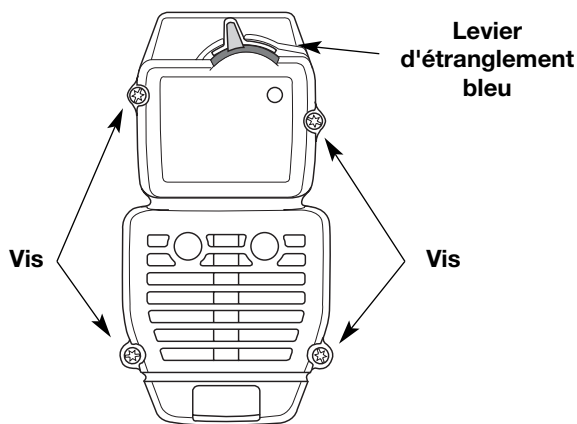

Fig. 25
- Retirez les quatre (4) vis retenant le couvercle du filtre à air/silencieux (Fig. 25). Servez-vous d'un tournevis à mèche no. 20 Torx.
2. Insérez les quatre vis dans les trous du couvercle (Fig. 25) et vissez. Évitez de trop serrer.